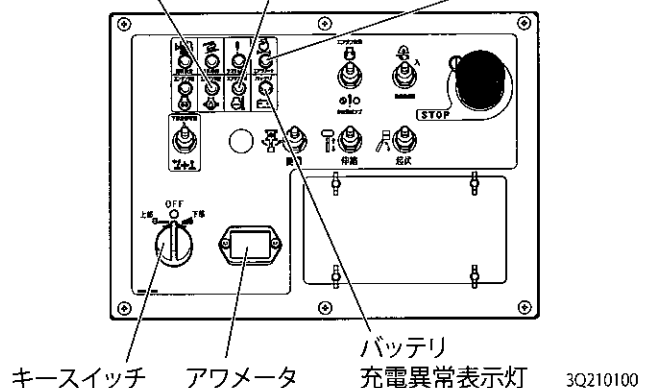

図 8-4
- ・ 作業中に、図 8-4 の表示灯が点灯または点滅した場合は使用を中止し、必要に応じて点検してください。(各表示灯については、4 章「各部の名称とはたらき」を参照してください)